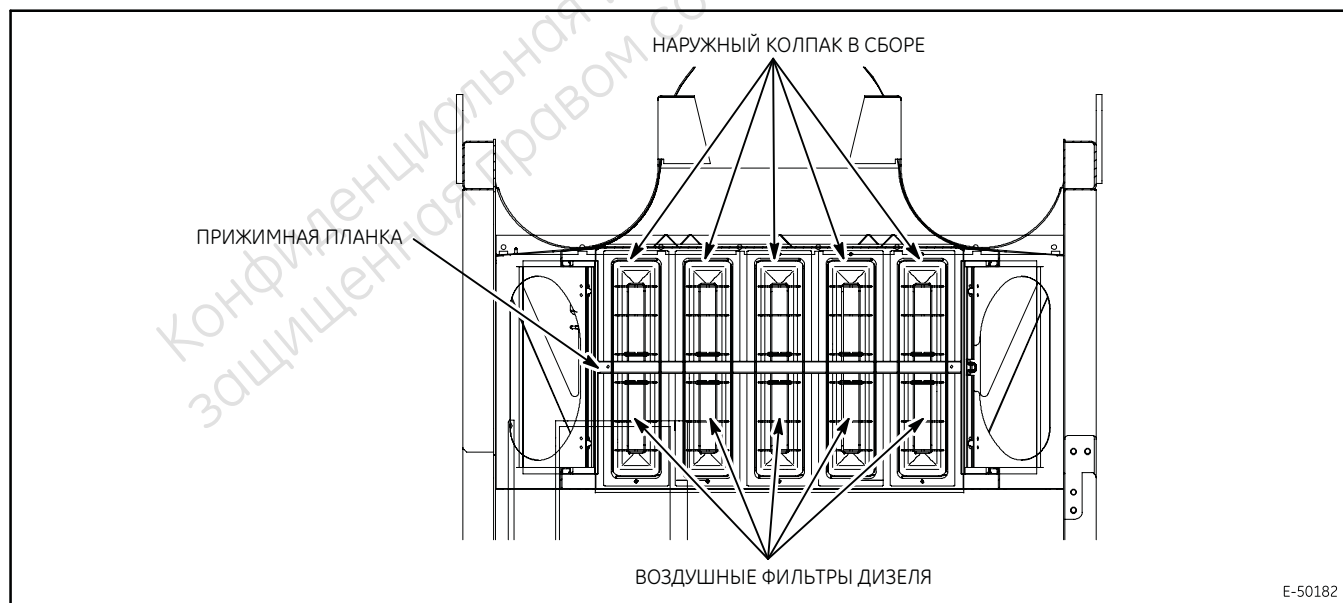

Figure 3. Компоновка воздухоочистителя дизеля.
2. Снимите прижимную планку и наружный колпак в сборе с корпуса воздухоочистителя дизеля (Figure 3).